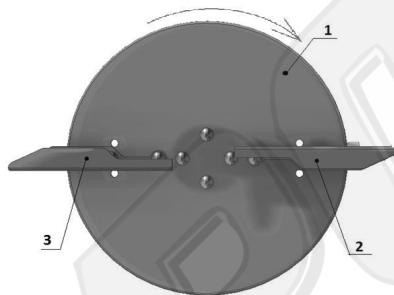

Рисунок 2 Направление вращения диска (правый диск)
**Регулирование рабочей ширины** рисунок 2. Каждая лопатка закрепляется к диску (поз 1) с помощью двух болтов - внутреннего и внешнего. В базовом исполнении внешние болты могут крепиться в трех позициях (есть исполнение диска с 7 позициями регулировки). Для получения разных рабочих ширин лопатки переставлять постепенно в отверстиях вокруг точки вращения (внутреннего болта).